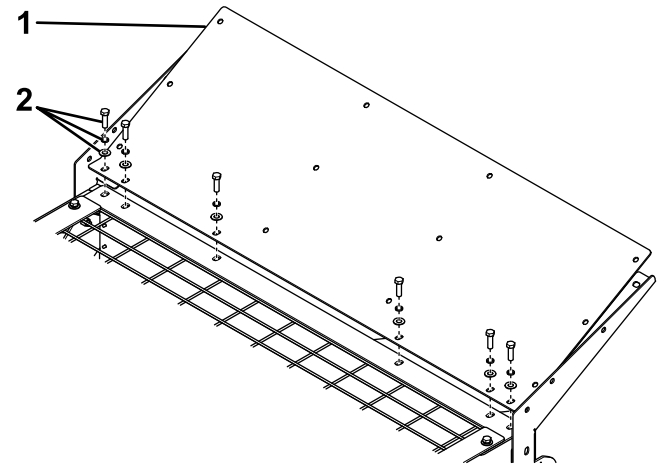

**Figure 2**
3. Fixez une plaque latérale à chaque angle de la trémie à l'aide de 2 boulons, rondelles et contre-écrous (Figure 2).